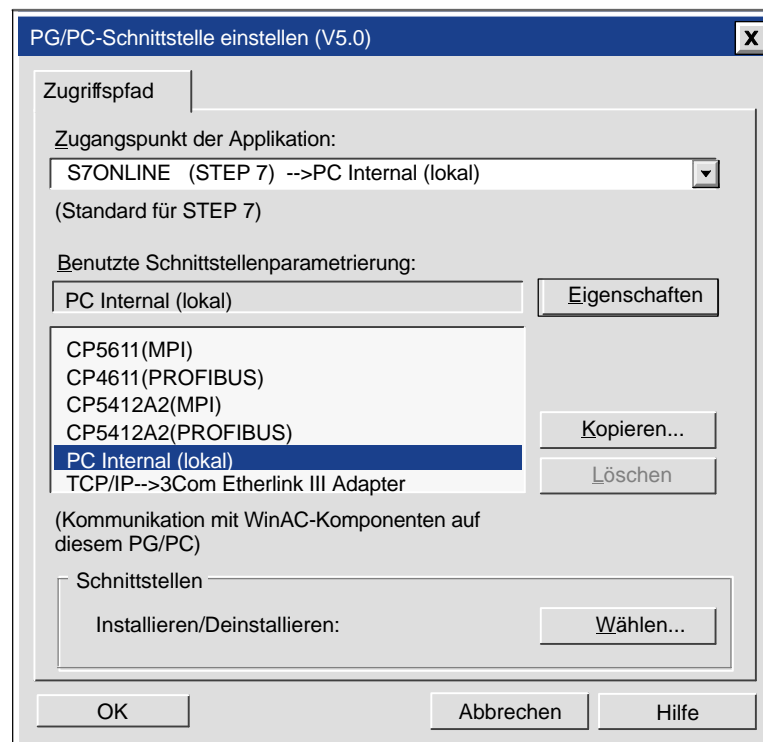

Bild 3-1 Einstellen der PG/PC-Schnittstelle für PC Internal (lokal)
2. Wählen Sie im aufklappbaren Listefeld "Zugangspunkt der Applikation" folgenden Eintrag (siehe Bild 3-1):